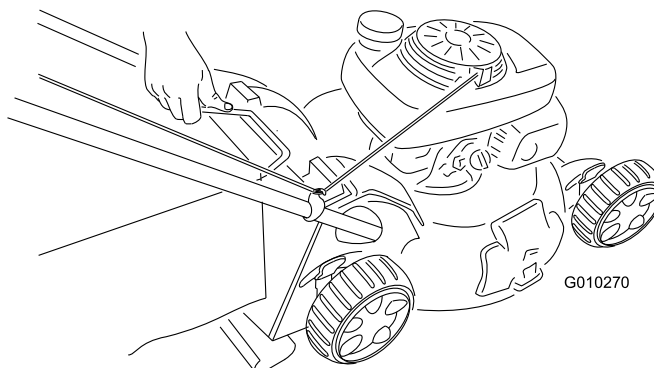

Figura 30
2. Retire el asa de la bolsa de recogida de las ranuras de la parte superior de la máquina y retire la bolsa de la máquina (Figura 30).